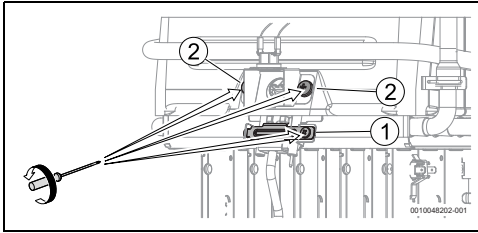

Bild 20
- Befestigungsschraube der Zündbrennerhalterung entfernen, Abb. 20, [1].
- Befestigungsschrauben der Halterung der Einrichtung zur Zustandsüberwachung der Brennkammer entfernen, Abb. 20, [2].